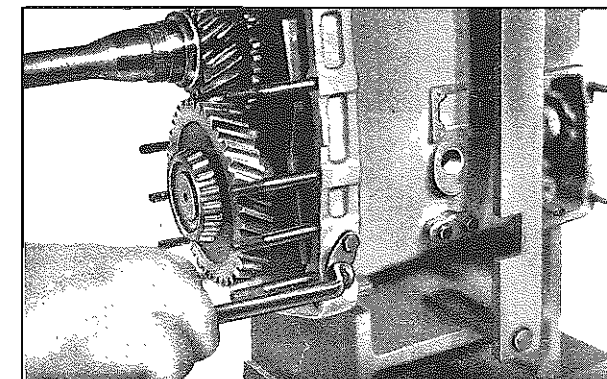

Fig. 15 - Svitare le viti
- Svitare le viti a testa esagonale **(612)** **(Fig. 15)** ed estrarre dalla scatola i perni **(613 e 619)**. Per tale operazione conviene inclinare il cavalletto di montaggio n. 1 in modo che l'albero presa diretta sia rivolto verso l'alto e guidare le forcelle di comando in modo da evitare piegature.
- Unscrew hex. screws **(612)** **(Fig. 15)** and pull joint pin **(613 and 619)** out of housing. It will be of advantage to tilt transmission with assembly stand 1. so that the input shaft pointing upwards and the shift forks are slightly guided to prevent canting.